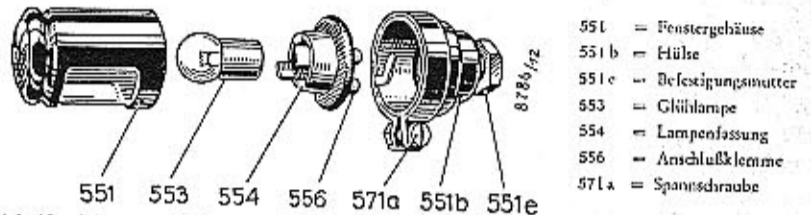

Bild 12 Nummerlaterne JN 5, auseinandergenommen
1. Spannschraube 571 a lösen (Bild 12).
dem Krafttrad abgewandten Seite des Beiwagens anzubringen ist. Man verwendet dabei die Seitenlaterne L 75 mit geriffelter Abschlusscheibe und einer Lichtaustrittsöffnung von 75 mm. An Stelle der Seitenlaterne L 75 kann auch die Nummerlaterne JN 5 (Bild 12) verwendet werden.